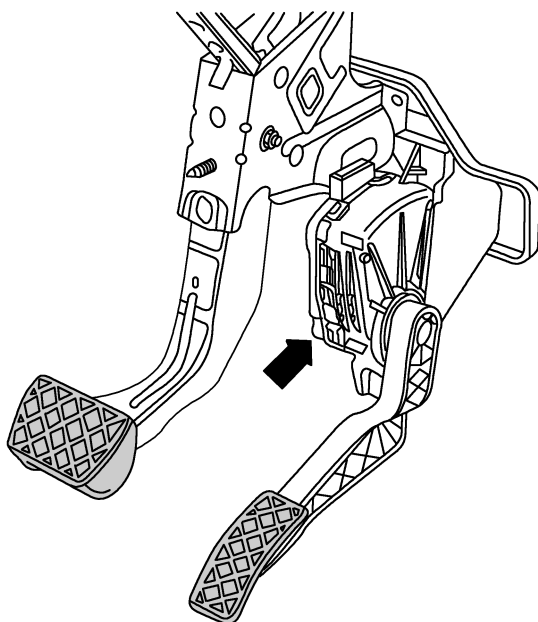

图 2-2-6 强制降挡开关 F8 的位置图
(1) 在带有柴油发动机的汽车上，强制降挡开关 F8 与加速踏板位置传感器 G79 组成一个单元作为开关。
(2) 对于安装了汽油发动机的车辆，加速踏板位置传感器 1(G79)和加速踏板位置传感器 2(G185)的特定数值被保存在发动机控制单元中。加速踏板位置传感器集成在加速踏板模块内，如图 2-2-6 中箭头所示。当加速踏板位置传感器损坏时，必须更换加速踏板模块。